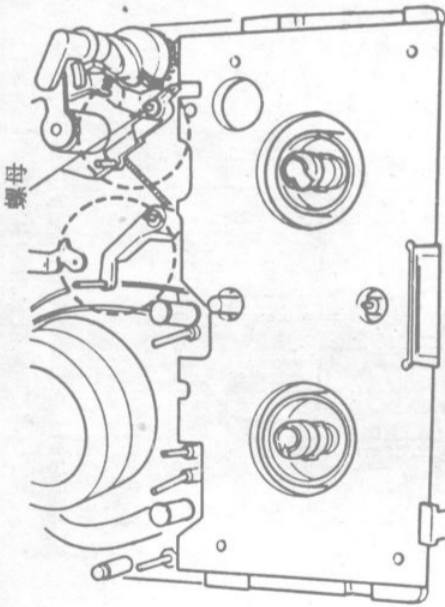

图 55
- 步骤: ① 拆下磁带盒;
② 在带盘上安装好调整模板;
③ 逆时针转动主导轴电机(加载方向), 直到机构成为如图 55 所示的状态;